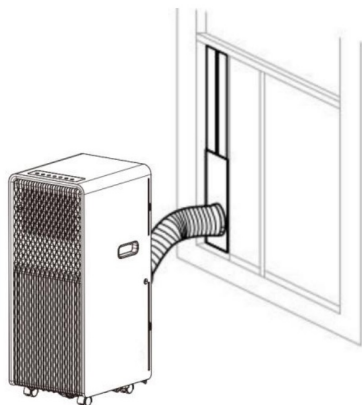
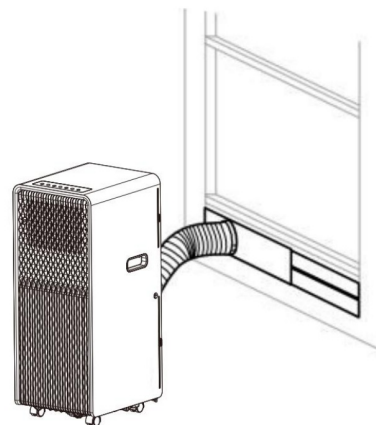

Abb. 2
Abb. 2a
- 2) Montieren Sie den Abluftschlauch wie in Abb. 2 und Abb. 2a gezeigt und passen Sie die Fensterposition entsprechend an.